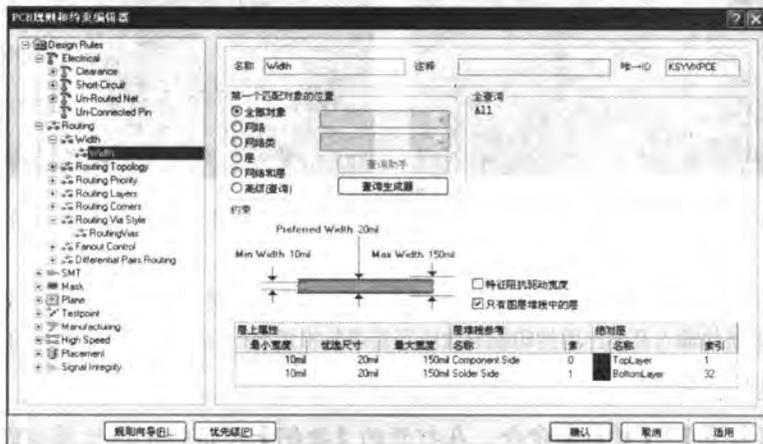

图 8-128 设置导线宽度规则
- [1] 执行【设计】/【规则】命令，打开【PCB 规则和约束编辑器】对话框，在【Width】规则的设置窗口中，将【最小宽度】、【优选尺寸】、【最大宽度】分别设置为“10mil”、“20mil”、“150mil”，如图 8-128 所示。